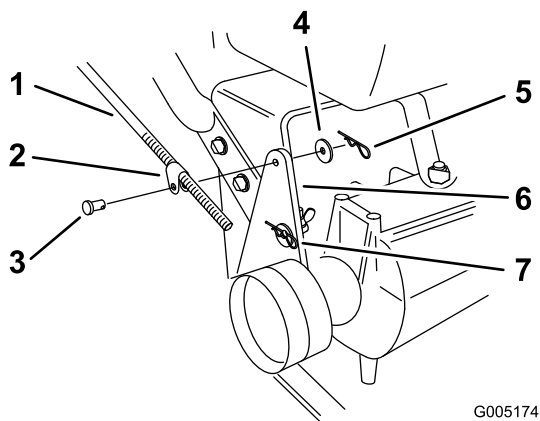

Figura 35
2. Verificate il funzionamento della barra. Qualora sia necessaria una regolazione, rimuovete la coppia, la rondella e il perno con testa che fissano il supporto dell'asta di comando alla staffa di rinvio (Figura 35).